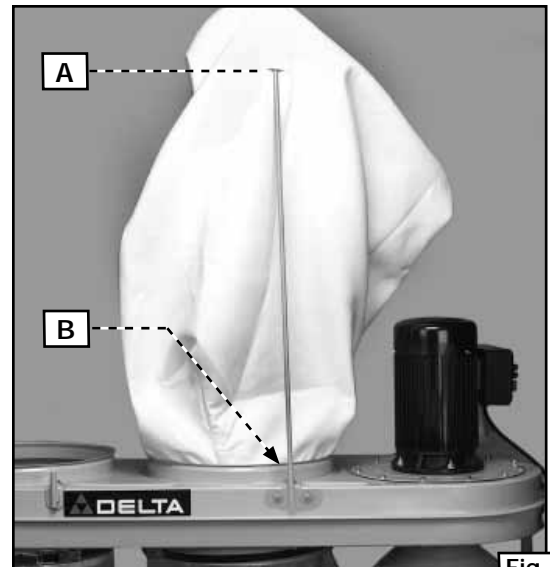

Fig. 13
5. Insérer la tige dans la poche du sac filtrant (A) fig. 13.
6. puis l'insérer dans le trou du support (B).